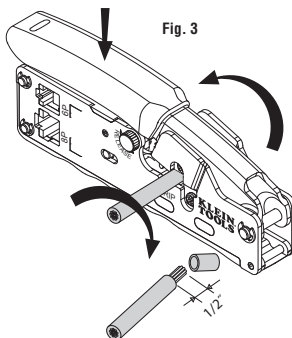

Fig. 4
CRIMPING MODULAR PLUGS (Fig. 4 and 5):
- See the chart (Fig. 4) to determine the appropriate cavity for the connector-cable assembly.
PONCHADO DE ENCHUFES MODULARES (Fig. 4 y 5):
- Consulte el gráfico (Fig. 4) para determinar la cavidad apropiada para el ensamblaje de conector-cable.
CRIMPAGEM DE PLUGUES MODULARES (Fig. 4 e 5):
- Consulte a tabela (Fig. 4) para determinar a cavidade apropriada para o conjunto conector-cabo.